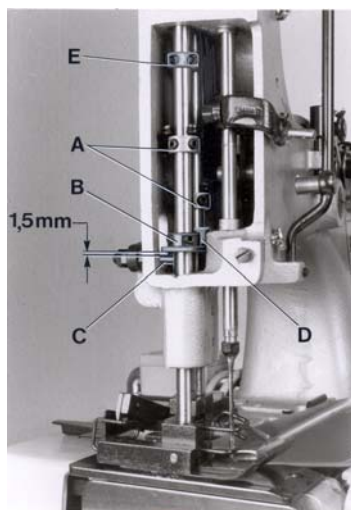
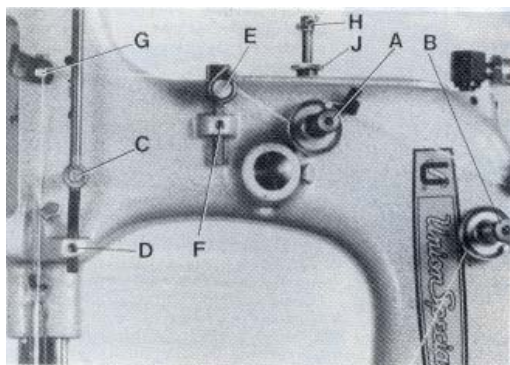

Fig. 11
Fig.12
Rotate the pulley until the feed dog is below the throat plate. Remove the face cover left on machine arm and turn out the T-screw (H, Fig. 12) on the top of the machine arm, until it does not exert any pressure on the leaf springs. In this position, the pressure exerted on the presser foot, should be just strong enough to keep it flat on the throat plate. By relocating the collars (A, Fig. 11), which serve as a leaf spring rest, on the left and right presser bar, the pressure can be changed. Raising the collars increases the pressure, lowering the collars decreases the pressure.
Set the presser bar lifter collar (B, Fig. 11) on the left presser bar so, that there is a distance of approx. 1.5 mm (1/16") between lifter lever stud (C) and lower surface of the lifter collar (B), when the presser foot rests on the throat plate (see Fig. 11). Set the collar (D) on the right presser bar close to the fork of the presser bar lifter collar (C) on the left presser bar.
Drehen Sie an der Riemenscheibe bis der Transporteur unter der Stichplatte steht. Entfernen Sie den Stirndeckel links am Maschinenarm und drehen Sie die Knebelschraube (H, Fig. 12) oben auf dem Maschinenarm soweit heraus, daß sie nicht mehr auf die Blattfedern drückt. In dieser Stellung soll der Druck auf den Drückfuß gerade noch so stark sein, daß er auf der Stichplatte aufliegt. Durch Verstellen der als Blattfederauflage dienenden Stellringe (A, Fig. 11) auf der linken und rechten Drückfußstange kann der Druck verändert werden. Verstellen der Stellringe nach oben verstärkt, verstellen nach unten verringert den Druck.
Stellen Sie den Drückfußstangen-Lifterstellring (B, Fig. 11) auf der linken Drückfußstange so ein, daß zwischen Lifterhebelbolzen (C) und Unterseite Stellring (B) ein Abstand von etwa 1,5 mm ist, wenn der Drückfuß auf der Stichplatte aufliegt (siehe Fig. 11). Stellen Sie den Stellring (D) auf der rechten Drückfußstange so, daß er an der Gabel des Drückfußstangen-Lifterstellrings (B) auf der linken Drückfußstange anliegt.
On styles 80800TL and TAL set the collar (D, Fig. 11) on the right presser bar approx. 2.5 mm (7/64") above the fork of the presser bar lifter collar (B). This effects, when lifting the presser foot, that the left presser foot part is lifted first by approx. 2.5 mm (7/64"), before the right presser foot part will lift too.
The presser foot lift is limited with the upper stop collar (E, Fig. 11) on the left presser bar. When the needle is in its lowest position and the presser foot is lifted with presser foot bottom tilted up, the needle bar respectively needle clamp nut should not contact the presser foot bottom. Set collar (E) accordingly.
Now turn in T-screw (H, Fig. 12) until the necessary presser foot pressure for proper feeding is exerted (determine by sewing tests). Secure this setting with the knurled nut (J), which simultaneously fastens the upper arm cover. Remount the face cover.
The tension (A, Fig. 12) on the needle thread should be fairly strong to produce uniform stitches. On the two thread double locked stitch styles the tension (B) on the loop thread should be barely sufficient to steady it.
On the two thread double locked stitch styles 80800R, RL, TL, TAL, U, UA, UL and UAL, the height of the needle thread take-up roller (C, Fig. 12) is set so, that the needle thread on the downstroke of the needle just contacts the roll at the time the needle thread loop is released from the looper. Loosen screw (D) and set the needle thread take-up roller accordingly. Retighten screw (D).
Bei den Maschinen 80800TL und TAL stellen Sie den Stelling (D, Fig. 11) auf der rechten Drückerfußstange etwa 2,5 mm über die Gabel des Drückerfußstangenlifter-Stellings (B). Dadurch wird beim Liften des Drückerfußes zuerst das linke Drückerfußteil etwa 2,5 mm angehoben bevor das rechte Drückerfußteil mit anhebt.
Der Hub des Drückerfußes wird mit dem Anschlag-Stelling (E, Fig. 11) oben auf der linken Drückerfußstange begrenzt. Wenn die Nadel in der untersten Stellung ist und der Drückerfuß mit dem Drückerfuß-Lifterhebel angehoben und die Drückerfußsohle nach oben gekippt wird, darf die Nadelstange bzw. Nadelstangenmutter die Drückerfußsohle nicht berühren. Stellen Sie den Stelling (E) entsprechend ein.
Nun drehen Sie die Knebelschraube (H, Fig. 12) so weit ein, daß der zum einwandfreien Transport notwendige Drückerfußdruck erzeugt wird (durch Nähversuche ermitteln). Sichern Sie diese Einstellung mit der Rändel-Kontermutter (J), mit der gleichzeitig der obere Armdeckel befestigt wird. Montieren Sie den Stirndeckel wieder.
Die Spannung (A, Fig. 12) auf den Nadelfaden soll so stark sein, daß eine gleichmäßige Stichbildung erreicht wird. Bei den Zweifaden-Doppelkettenstichmaschinen soll die Spannung (B) auf den Greiferfaden ganz gering sein, so daß der Faden gleichmäßig gleitet.
Bei den Zweifaden-Doppelkettenstichmaschinen 80800R, RL, TL, TAL, U, UA, UL und UAL wird die Höhe der Nadelfadenabzugsrolle (C, Fig. 12) so eingestellt, daß der Nadelfaden beim Niedergehen der Nadel, die Rolle zu dem Zeitpunkt gerade berührt, wenn die Nadelfadenschlinge vom Greifer freigegeben wird. Lösen Sie die Schraube (D) und stellen Sie die Nadelfadenabzugsrolle (C) entsprechend ein. Ziehen Sie die Schraube (D) wieder an.
On all styles the eyelet (E, Fig. 12) should be positioned so, that the needle thread runs nearly horizontal, parallel to cloth plate, between eyelet (G) on needle bar connection and eyelet (E) on machine arm, when the needle is in its upmost position. Eyelet (E) is secured by screw (F).
Bei allen Maschinen wird die Fadenführung (E, Fig. 12) so eingestellt, daß der Nadelfaden zwischen der Fadenführung (G) am Nadelstangenmitnehmer und der Fadenführung (E) am Maschinenarm etwa waagrecht, parallel zur Stoffplatte verläuft, wenn die Nadel in der obersten Stellung ist. Die Fadenführung (E) wird mit der Schraube (F) befestigt.